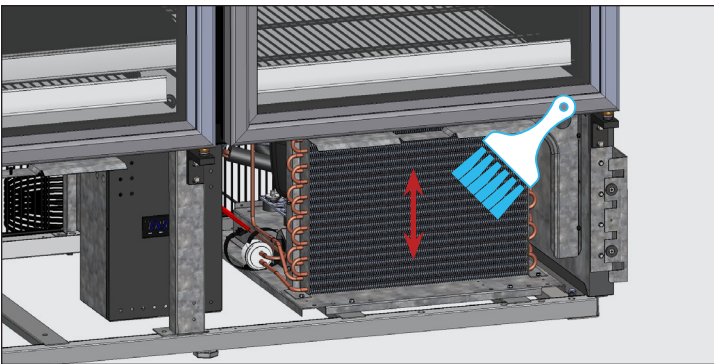

Fig. 3. ¡No cepille nunca las aletas del serpentín!
3. Con un cepillo de cerdas duras, limpie con cuidado la suciedad acumulada en las aletas del serpentín delantero del condensador. Véase la fig. 3.